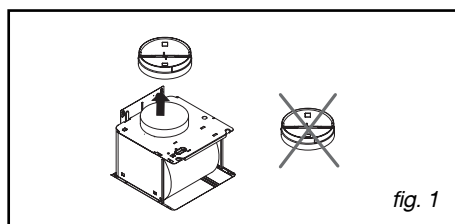

fig. 1
– Fäst skorstensfästet av metall på väggen, upp mot taket, med de två skruvarna (fig. 1).
– Plocka bort backventilen (fig. 1).